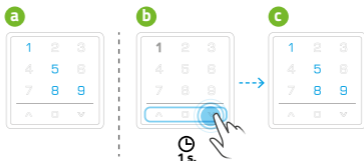

Abb. 9.2
2. Aktivierung durch die Berührung mit einem Finger der Steuerungstasten. In diesem Modus werden auf dem Bildschirm die Kanäle aktiviert, die in der letzten Sitzung vor dem Standby verwaltet wurden. Die Fernbedienung wird den Betrieb dieser Kanäle oder den Auswahl nächster Kanäle erwarten - Abb. 9.2.